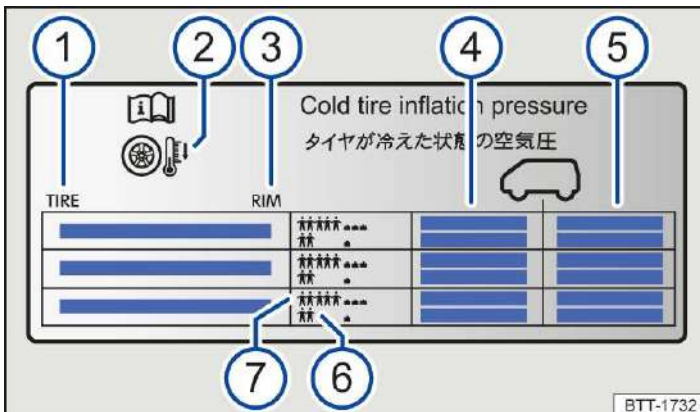

Abb. 1 Angaben auf dem Reifendruckschild.
- Reifendruck immer dem Beladungszustand anpassen → *Abb. 1*.